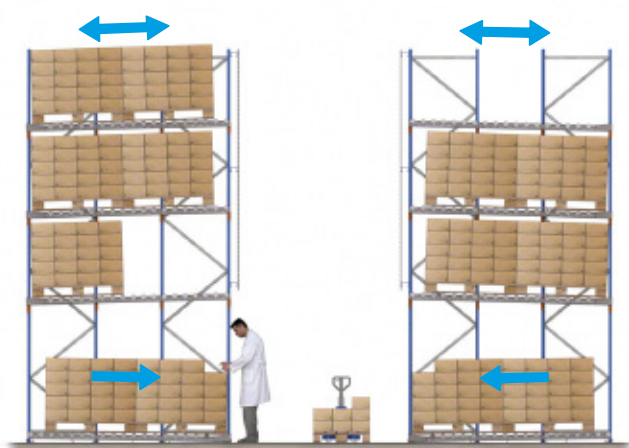

Figure 1
1. Un **niveau unique de picking dynamique au niveau inférieur**, et dans lequel les palettes stockées aux niveaux supérieurs sont placées (figure 1).